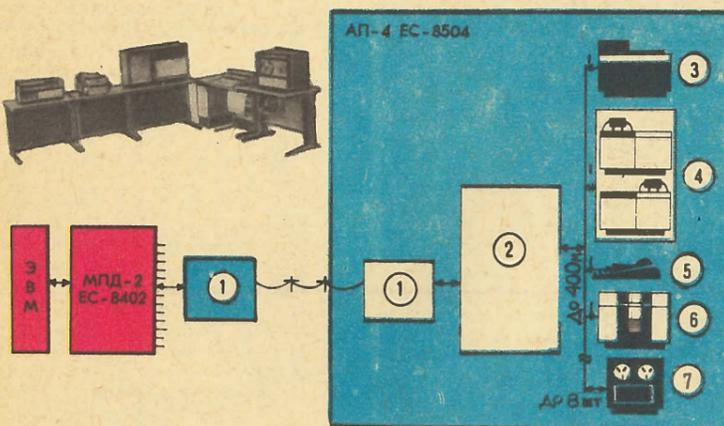

Рис. 2. Абонентный пункт ЕС-8504 (АП-4) обслуживает большое производство или несколько предприятий.
Вести передачу информации со скоростью 100 бит в секунду на большие расстояния невыгодно, поэтому АП-70 чаще всего подключается к более мощному абонентному пункту — АП-4 (рис. 2). В его оборудовании входит перфокарточный ввод (3), перфокарточный вывод (4), пишущая машинка (5), алфавитно-цифровое печатающее устройство (6) и восемь магнитных ленточных накопителей (7). Информация от АП-70 или любого устройства вывода может вестись прямо в канал связи с ЭВМ или записываться на магнитную ленту, а затем передаваться блоком. На АП-4 ручки информации сливаются в мощный поток, и для связи с ЭВМ используется некоммутируемая (если